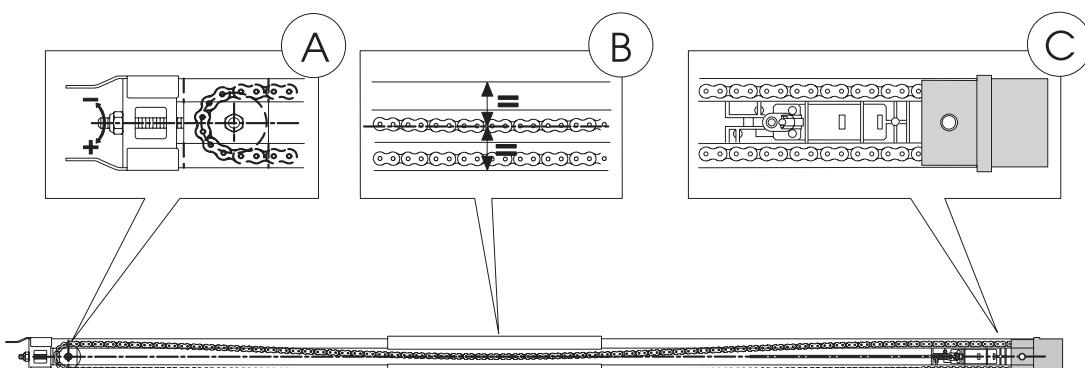

Fig. 8
- Coucher le rail de guidage sur le côté (Fig. 8)
- Pousser le chariot à proximité du groupe d'embrayage de la traction (Fig. 8 réf. C).
- Régler le tendeur (Fig. 8 réf. A) de manière à ce que la zone centrale de l'anse, formée par la branche supérieure de la chaîne, coïncide plus ou moins avec le milieu du rail de guidage (Fig. 8 réf. B).